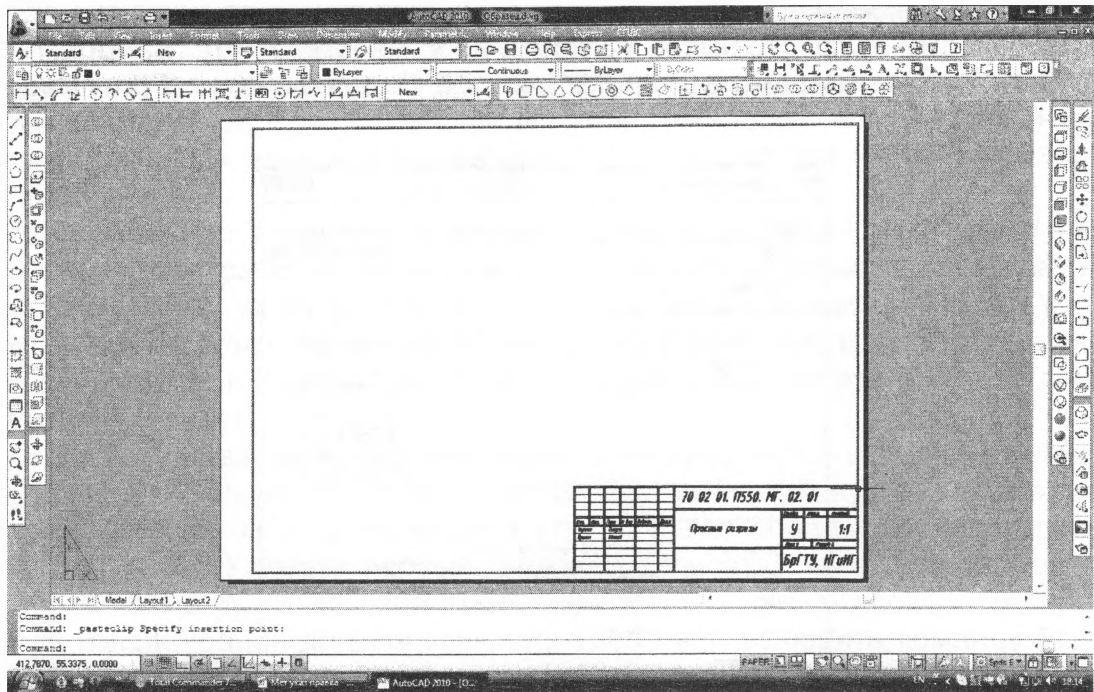

Рисунок 10.3
10.5. Копируем в пространство листа предварительно выполненную рамку с основной надписью (рис. 10.3).